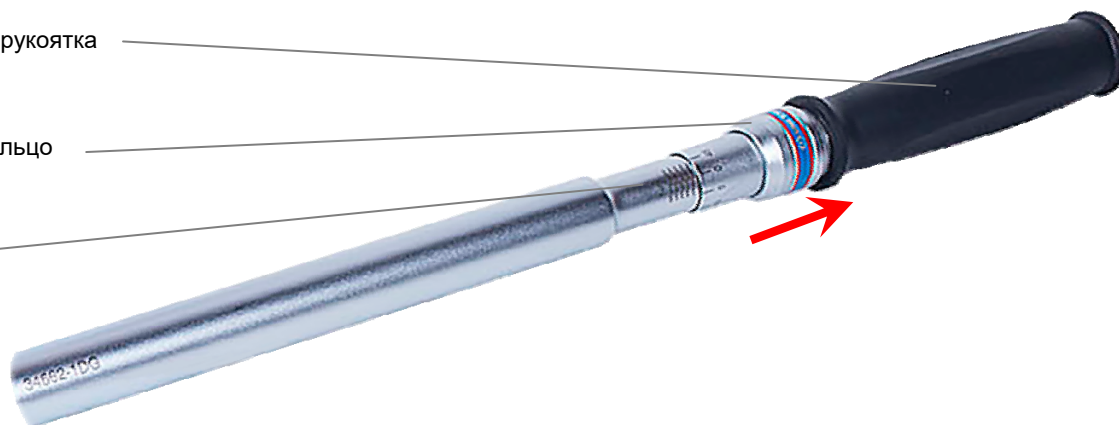

Рис. 2
- Перед началом работы с ключом серии 34862-1DG необходимо произвести настройку ключа (Рисунок 2):